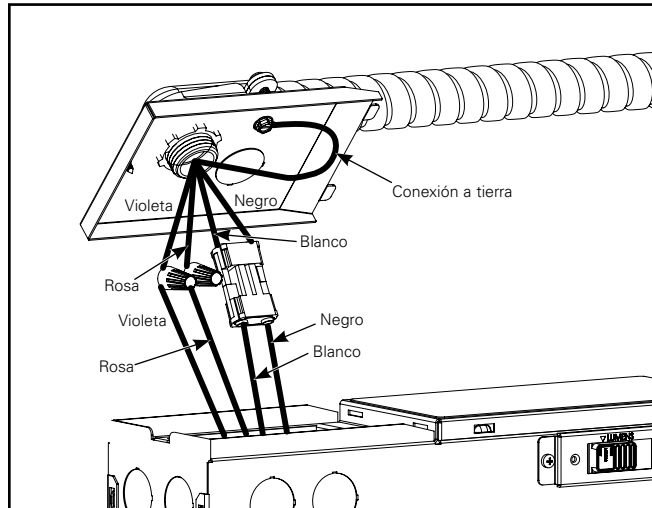

Figura 5.
7. Lleve los cables de alimentación a la caja de conexiones utilizando una conexión de conducto a través de la placa de acceso superior. Conecte la línea (negra) y neutral (blanco) a la desconexión rápida suministrada. Fije el cable de tierra al tornillo de tierra en la placa de acceso. (Figura 5.)